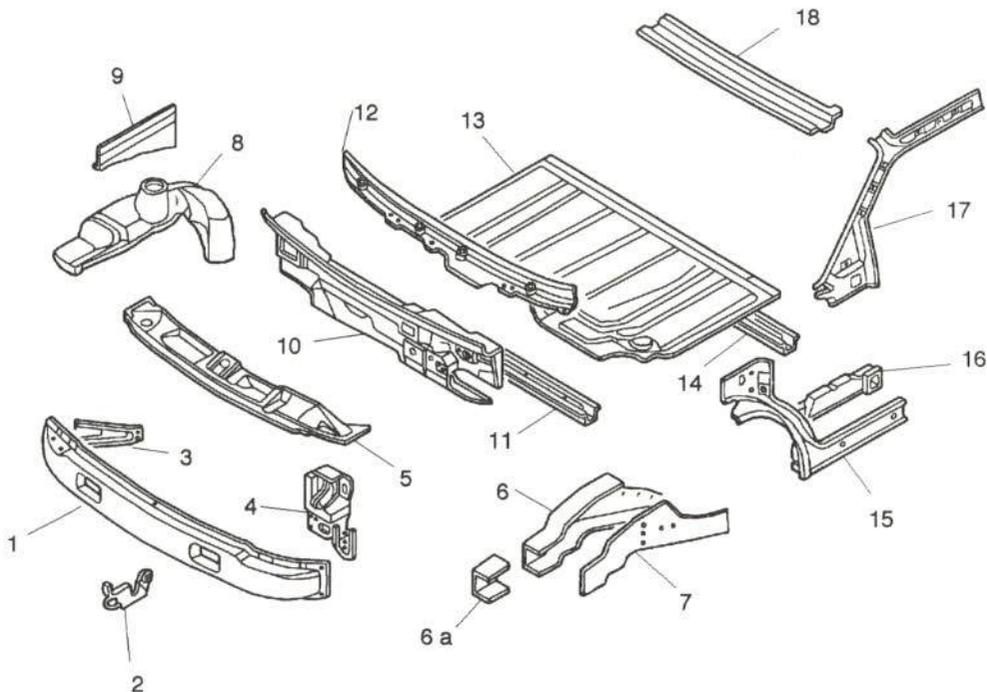

Figura 8.- Despiece interior delantero y central
- Interior delantero (figura 8).